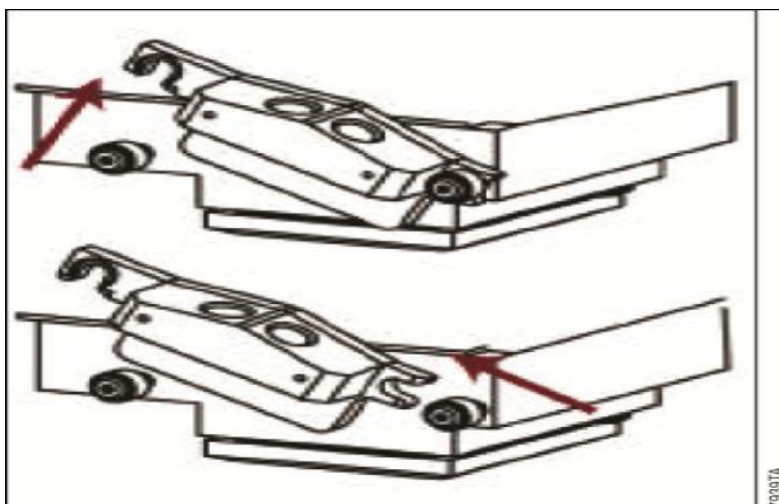
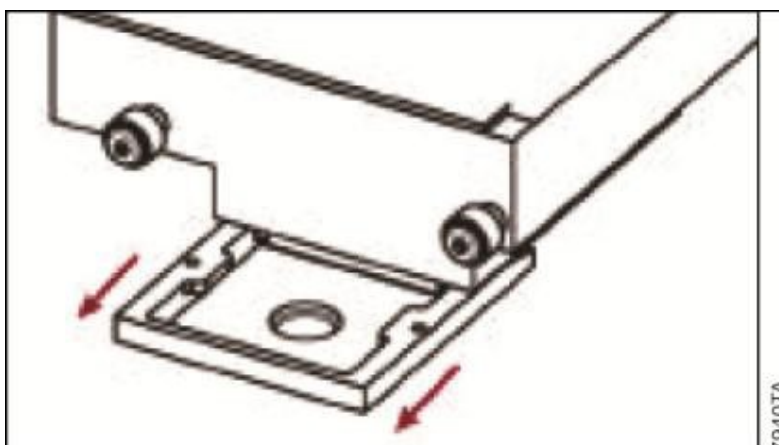

図 3
図 4
- 2) 本体前面の扉を手動で開け、図 3 のように、Injector Tip Holder を取り外す。
- 3) 図 4 のように、Cross-talk-mask を前方にスライドして取り外す。
- 5) 清拭した Cross-talk-mask を図 4→図 3 の手順で元に戻す